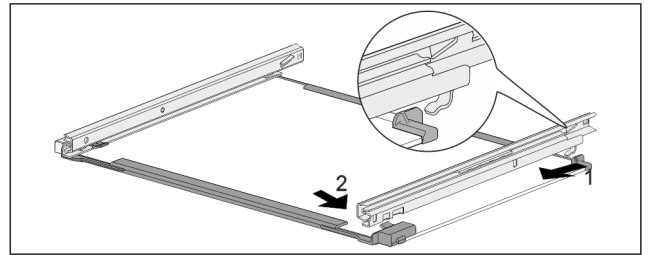

Fig. 175 Płyta szklana z szynami
- ▶ Zaczepić szynę z tyłu. Fig. 175 (1)
- ▶ Zazębić szynę z przodu. Fig. 175 (2)